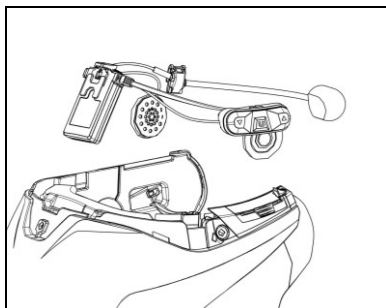

Fig. 7
- Inserir o sistema no encaixe respectivo, na parte de trás do capacete, empurrando-o até o fundo (Fig. 7).